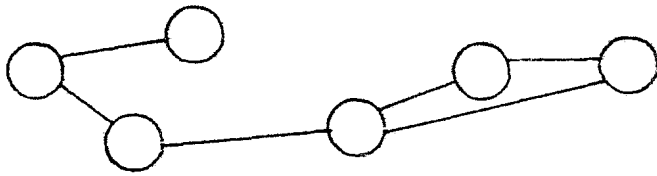

Fig. 1 Gráfica lineal o red
- . Una gráfica lineal o red, consiste de nodos o puntos conectados a uno o más nodos por arcos o aristas (Fig 1 - V)